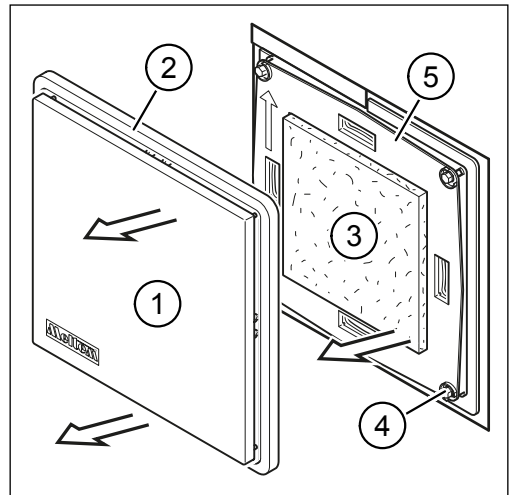

Abb. 14: Ansaugset bei Geräten ohne Bewegungsmelder ausbauen
- ▶ Ziehen Sie den Vorsatzdeckel (Pos. 1 in Abb. 14) mit dem Ansaugdeckel (Pos. 2 in Abb. 14) nach vorne ab.
- ▶ Entfernen Sie den Luftfilter (Pos. 3 in Abb. 14).
- ▶ Entfernen Sie die 4 Befestigungsschrauben (Pos. 4 in Abb. 14) für den Filterträger.
- ▶ Entfernen Sie den Filterträger (Pos. 5 in Abb. 14).